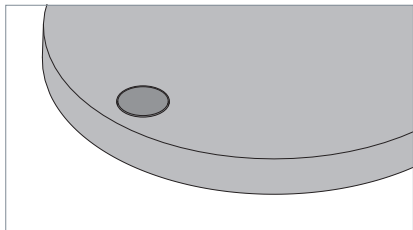

Fig. 8: Tasto.
- ▶ Premere brevemente il tasto, vedi Fig. 8.
- ▶ Premere il tasto e tenerlo premuto, vedi Fig. 8.
- ▶ Premere il tasto, tenerlo premuto per dieci secondi finché l'apparecchio d'illuminazione non inizia ad accendersi a intervalli regolari, vedi Fig. 8.